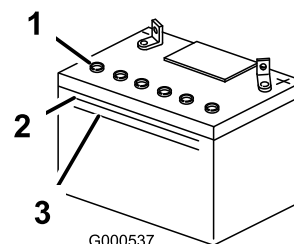

Bild 43
2. Sehen Sie sich die Seite der Batterie an. Der Füllstand muss bis zur oberen Linie reichen (Bild 43). Der Säurestand darf nicht unter die untere Linie (Bild 43).
- Entfernen Sie die Entlüftungsdeckel von der Batterie (Bild 43).
- Gießen Sie langsam destilliertes Wasser in jede Batteriezelle, bis der Säurestand die obere Linie (Bild 43) am Batteriegehäuse erreicht.
- Warten Sie nach dem Füllen der Batteriezellen fünf bis zehn Minuten. Gießen Sie bei Bedarf destilliertes Wasser in jede Batteriezelle, bis der Säurestand die obere Linie (Bild 43) am Batteriegehäuse erreicht.